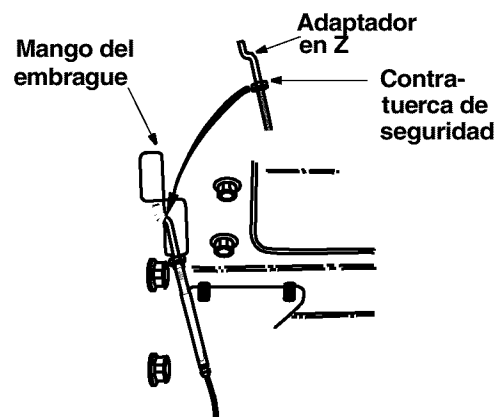

Figura 9
- Asegúrese que haya una contratuerca enroscada toda hasta la porción enroscada del adaptador en Z; se proveen extras en el conjunto de ferretería. Vea la Figura 9.